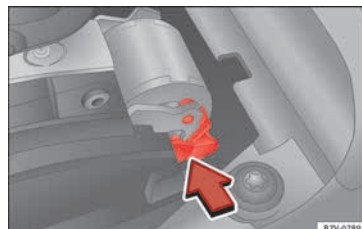

Fig. 51 Desbloqueo de emergencia del bloqueo de la palanca selectora.
- Pulse la palanca de desbloqueo »» fig. 51 en el sentido de la flecha y manténgala en esta posición.